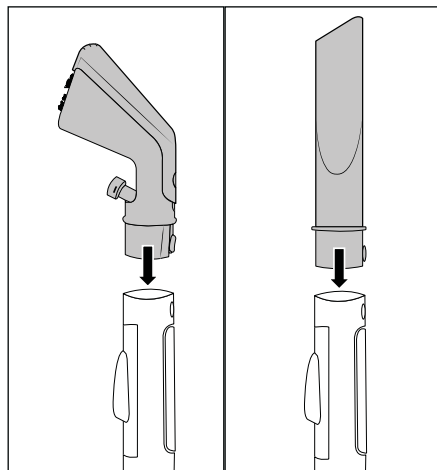

Fig. 3
- ◆ Introduceți duza pentru tapiserie **22** sau duza pentru rosturi **25** în furtunul de pulverizare/aspirare **19** până când tasta de blocare **25/22** se blochează (a se vedea fig. 3).